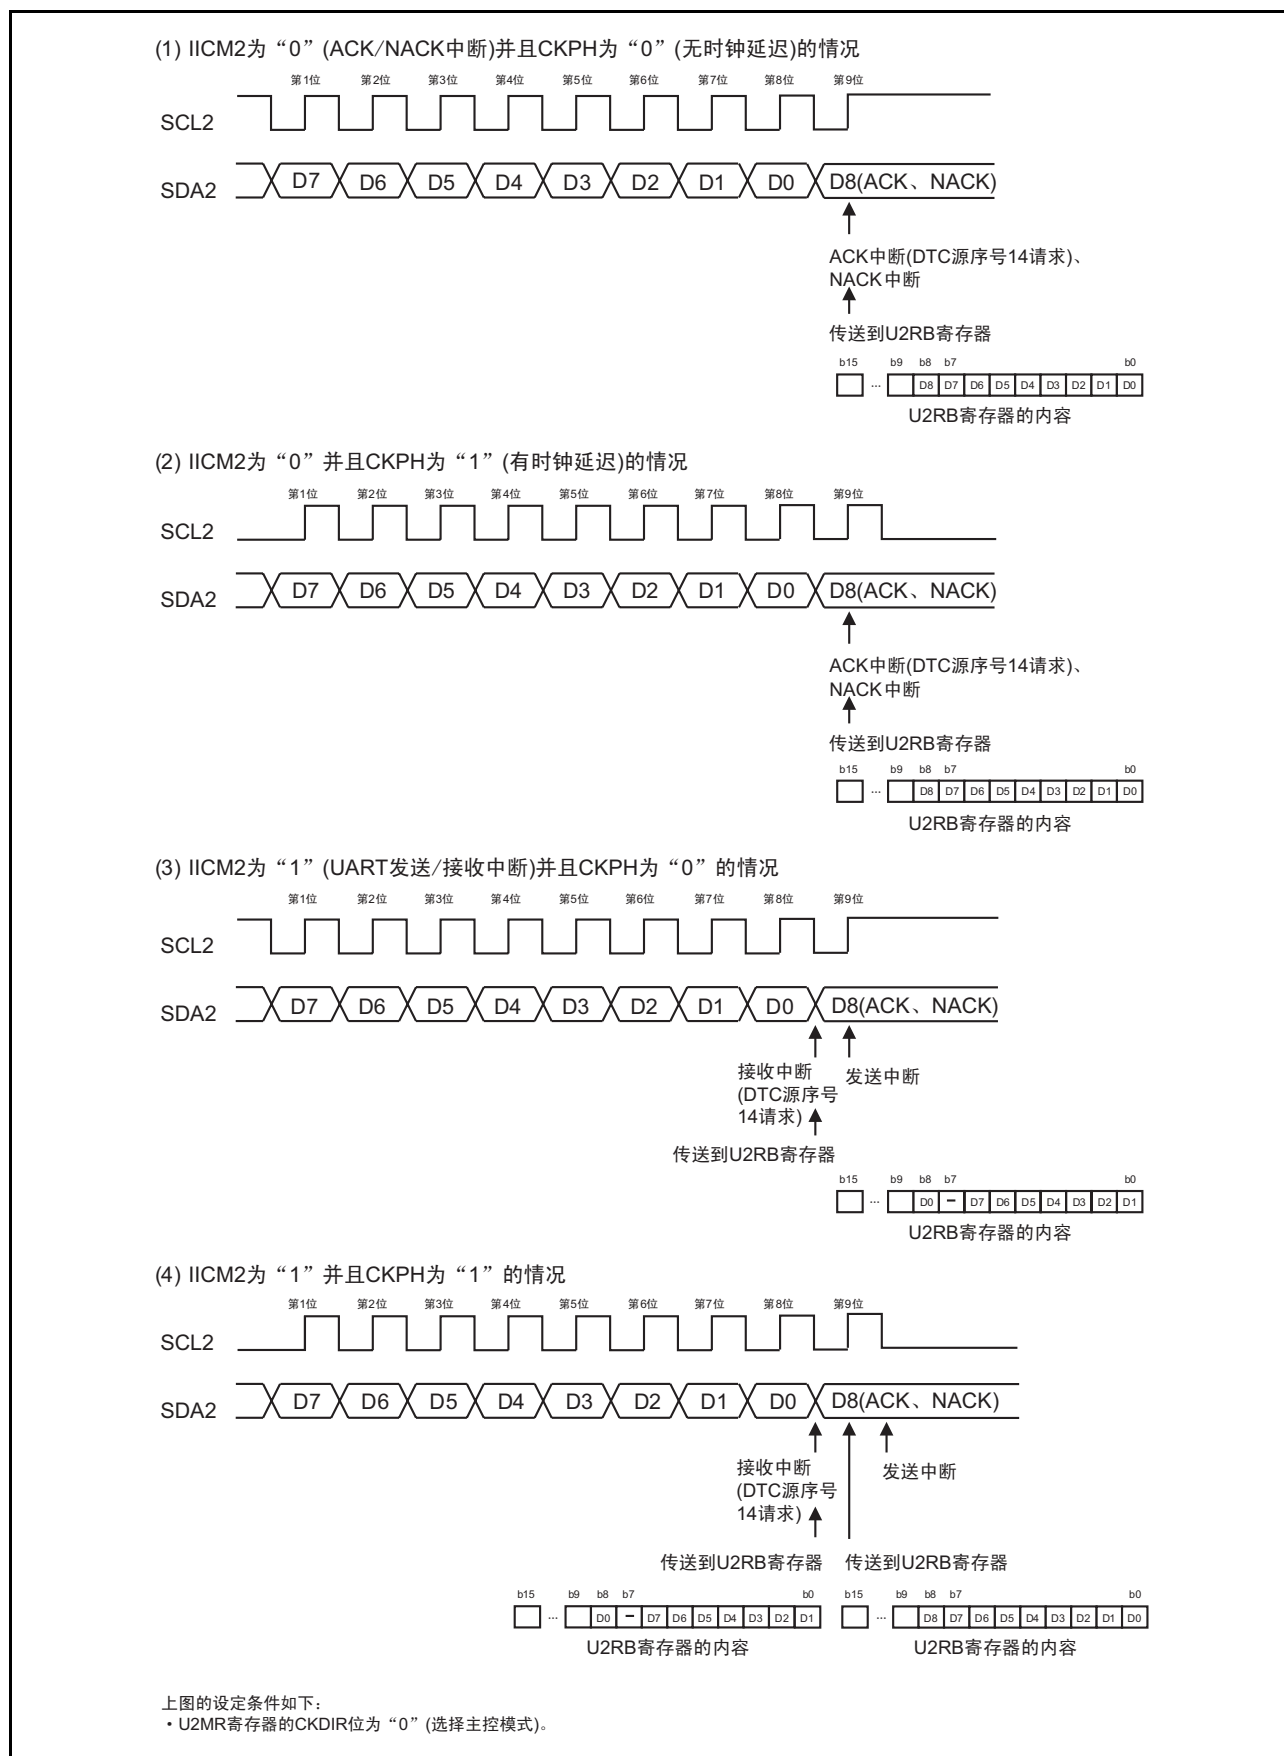

图 23.14 U2RB 寄存器的传送和中断时序
I²C 模式是对应简易型 I²C 接口的模式。I²C 模式的规格和 I²C 模式的各功能分别如表 23.9 和表 23.12 所示, I²C 模式中使用的寄存器及其设定值如表 23.10 ~ 表 23.11 所示, I²C 模式的框图如图 23.13 所示, U2RB 寄存器的传送和中断时序如图 23.14 所示。
- 注 6. 参照“图 23.14 U2RB 寄存器的传送和中断时序”。
通过如“图 23.14 U2RB 寄存器的传送和中断时序”所示的传送时钟进行发送和接收。